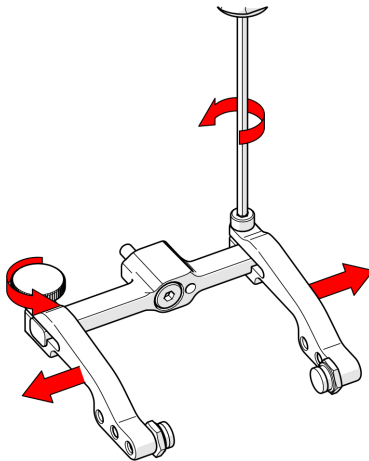

Abbildung 2-88 Entfernen der Prüfkopfhalterarme
3. Lösen Sie den Einstellknopf für den Prüfkopfhalterarm und die Klemmschraube des Arms. Schieben Sie die Prüfkopfhalterarme vom Bügel herunter (siehe Abbildung 2-88 auf Seite 107).